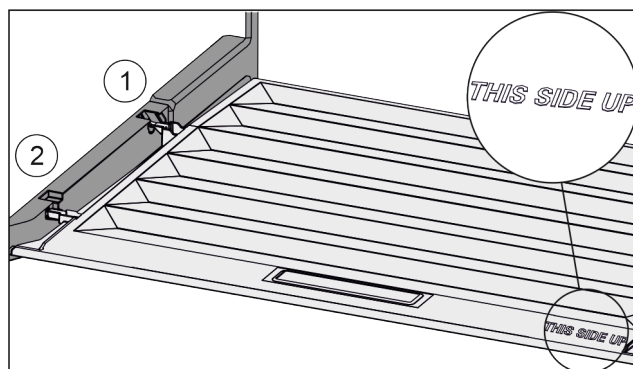

Fig. 109
- ▶ Вставить поперечные ребра крышки через отверстие заднего держателя Fig. 109 (1) и защелкнуть спереди в держателе Fig. 109 (2).